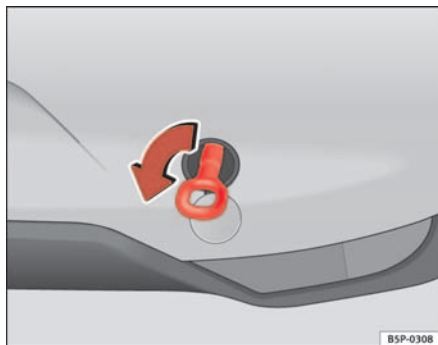

Fig. 206 Lato posteriore del veicolo: montaggio del gancio di traino
- Avvitare l'occhiello fino in fondo verso *sinistra*, nel senso indicato dalla freccia ⇒ fig. 206.